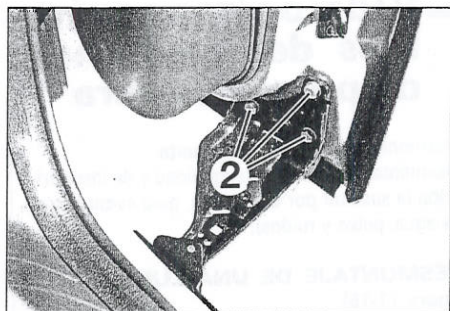

FIGURA 11-11
- Desmontar los tres tornillos de fijación (2) de la guía inferior de la puerta (figura 11-11).